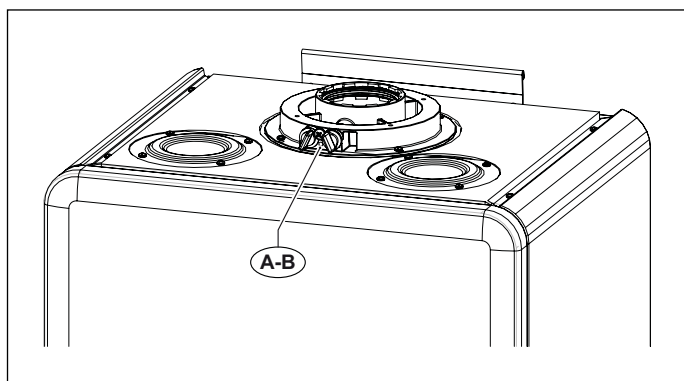
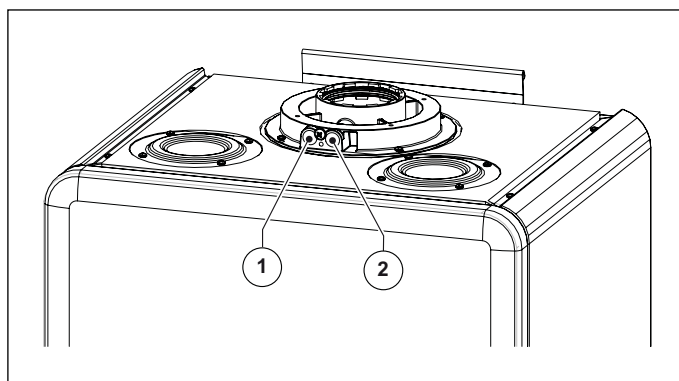

Fig. 19 Posición tapones
Fig. 20 Posición orificios
La caldera cuenta con una torre para la conexión de la tubería de aspiración del aire/evacuación de humos (ver Fig. 19 Posición tapones y Fig. 20 Posición orificios).
En la torre han sido preparados orificios para el acceso directo del aire de combustión y a la evacuación de los humos (ver Fig. 20 Posición orificios).
Antes de efectuar las mediciones quitar los tapones **A** y **B** de los orificios preparados sobre la torre (ver Fig. 19 Posición tapones).
- medida del aire comburente tomada en el agujero específico **1** (ver Fig. 20 Posición orificios).
- medición de la temperatura de los humos y del CO₂ tomada en el agujero específico **2** (ver Fig. 20 Posición orificios).